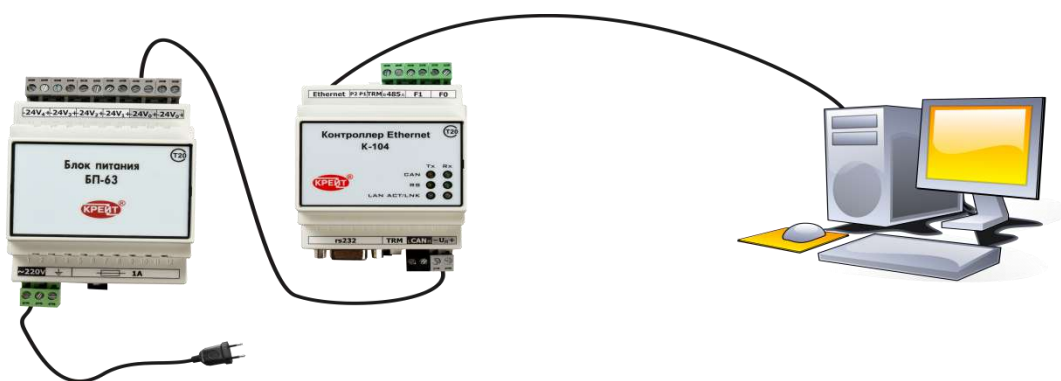

Рисунок 7. Подключение контроллера к компьютеру по каналу Ethernet
- к ПК по каналу Ethernet посредством стандартного патч-корда (Рисунок 7).